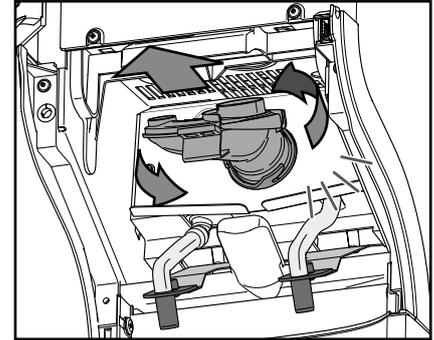

Fig. 38
- d. Rode a câmara de mistura para a esquerda para desbloqueá-la e remova-a em conjunto com o anel de vedação. (Fig. 38)